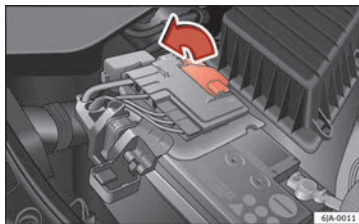

Fig. 210 Bateria: abertura da tampa.
- Abra a tampa da bateria no sentido da seta **» Fig. 210.**